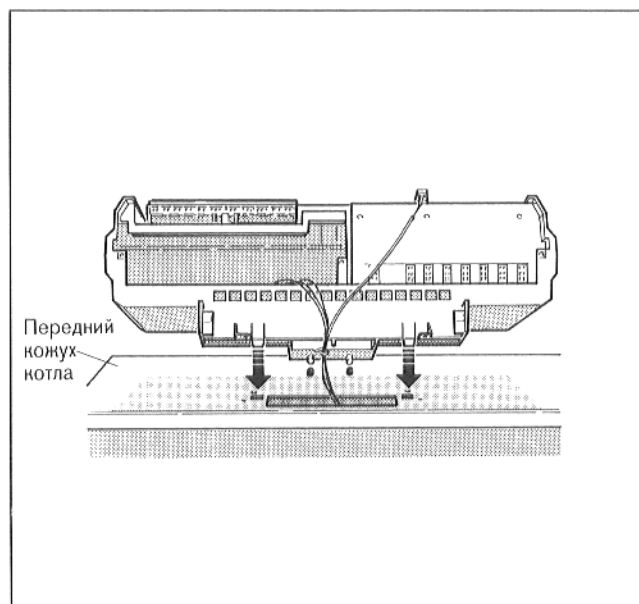

Рис. 35 – установка регулятора
- Насадить регулятор на передний кожух котла так, чтобы вставные крючки на нижней части регулятора вошли в овальные отверстия (см. рис. 35)